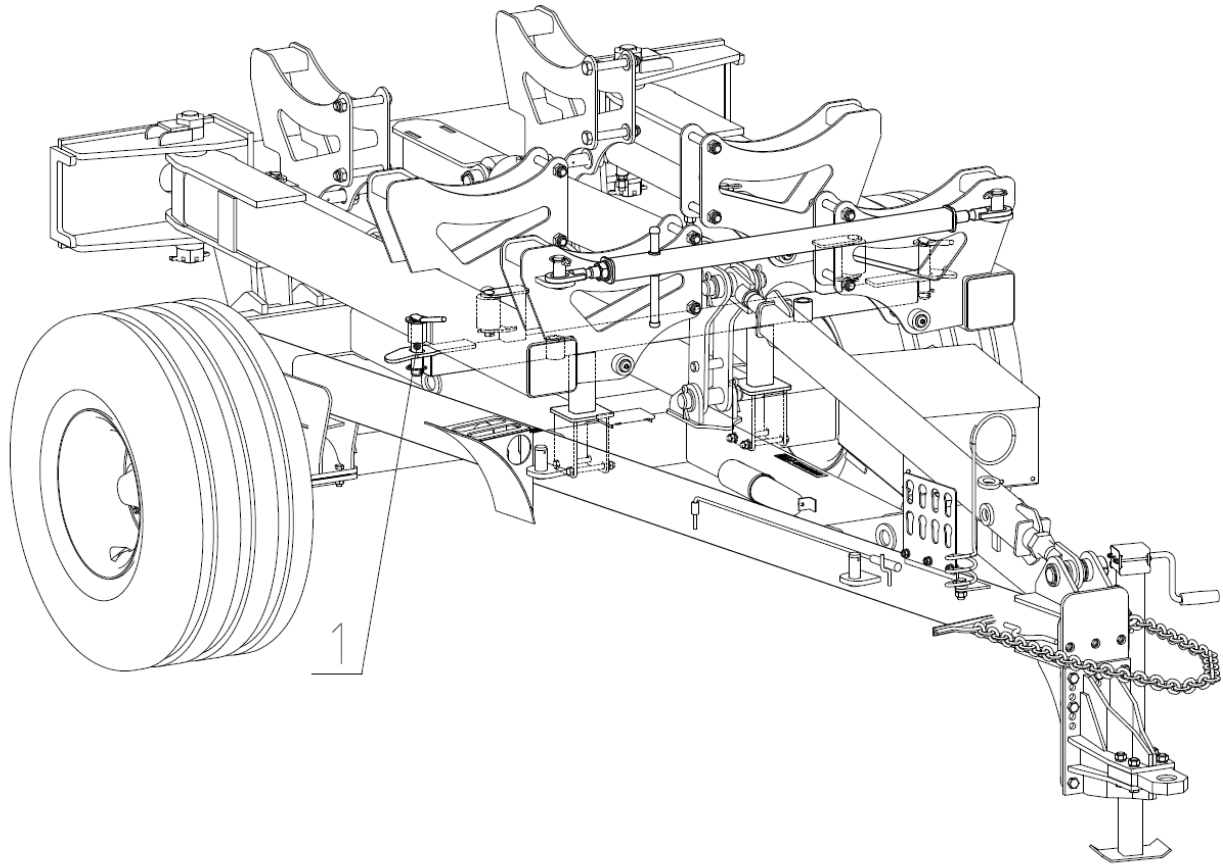

Рис.12.3 Фиксация боковых балок кронштейном блокировки (секции условно не показаны).
- втулка боковой балки 1 должна вставиться во втулку кронштейна блокировки 3 и зафиксироваться пальцем 2 (рис.12.3) (в случае несовпадения втулок боковой балки с втулкой кронштейном блокировки подтянуть боковые балки стяжкой до их совмещения);